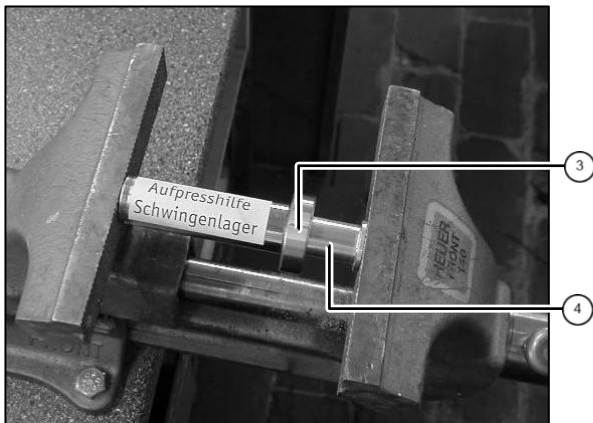

Abb. 2: Kugellager aufpressen
1. Kugellager ^③ am Schraubstock vorsichtig am Innenring auf gefettete Lagerzapfen ^④ aufpressen (siehe Abb. 2).